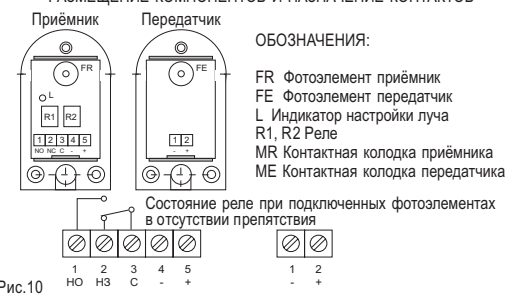

Рис.10
- Проверьте правильность взаимного расположения фотоэлементов с помощью специального индикатора на приёмнике (рис.10). Если фотоэлементы расположены правильно друг относительно друга, индикатор будет гореть.